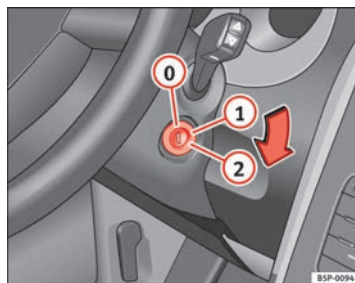

Abb. 139 Stellungen des Zündschlüssels
In dieser Stellung ⇒ Abb. 139 sind die Zündung und der Motor ausgeschaltet und die Lenkung kann gesperrt werden.
- Drehen Sie den Zündschlüssel in Stellung ⇒ Abb. 139 . Beim Vorglühen des Motors leuchtet die Kontrollleuchte  auf. ▶
- Wenn die Kontrollleuchte ausgeht, drehen Sie den Zündschlüssel in Stellung ② zum Anlassen des Motors - geben Sie kein Gas.
- Drehen Sie den Zündschlüssel in Stellung ⇒ Abb. 139 ①. ▶